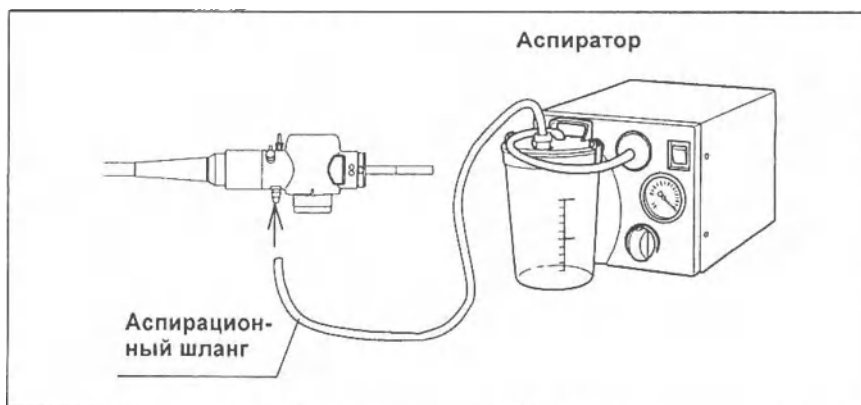

Рисунок 3.18.
7. Подключите аспирационный шланг аспиратора к аспирационному разъему на световодном разъеме эндоскопа (см. Рисунок 3.18.).